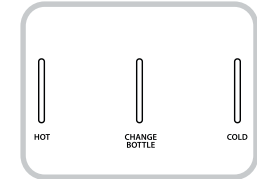

Fig.3
6. Prenda el interruptor de agua caliente, espere un par de minutos y prenda el interruptor de agua fría. Permita que la unidad alcance las temperaturas mínimas de agua caliente y fría. Esto tomará aproximadamente de 45 a 65 minutos y las Luces Indicadoras se apagarán. (Fig. 3)